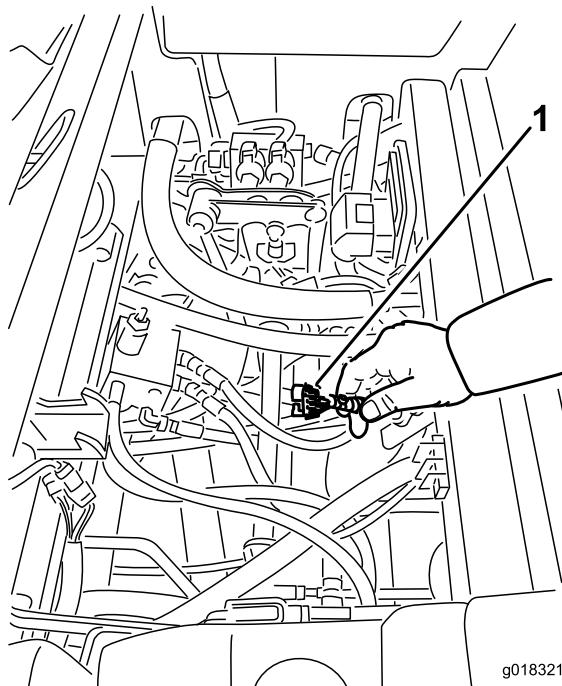

Figura 18
3. Localice el arnés de cables y los conectores, que están situados cerca del controlador (Figura 18).